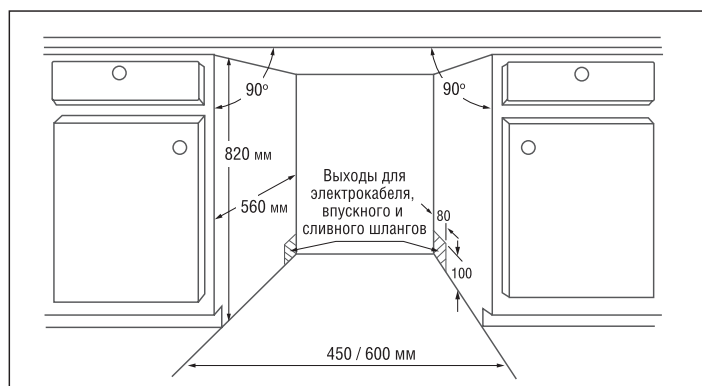

Рис. 1. Размеры и общий вид ниши для установки машины (все размеры в мм).
1. Определите место, удобное для обеспечения подвод и сток воды для того, чтобы произвести установку впускного и сливного шлангов (рис. 1).